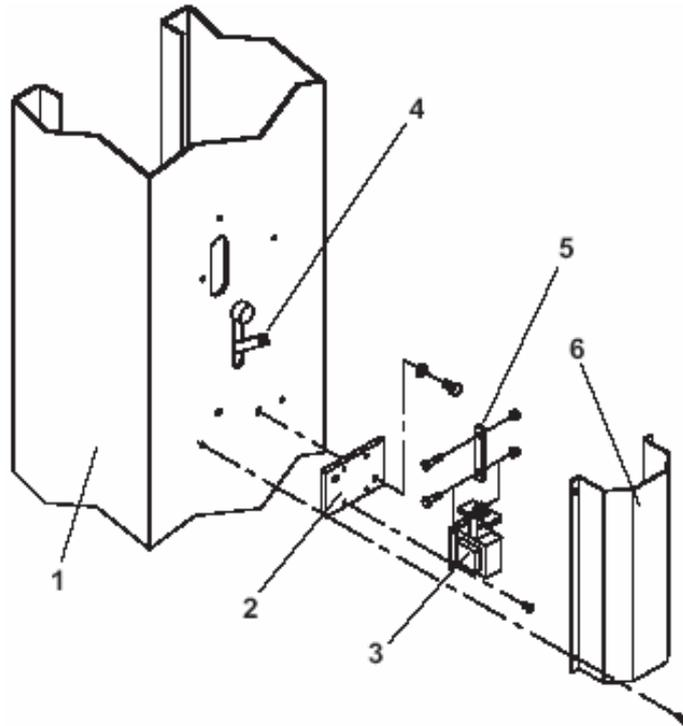

Рисунок 46. Крепление электромагнита.
3. Установите электромагниты в следующем порядке (Рисунок 46):
- 3) Прикрепите защиты магнита (6, Рисунок 46), используйте болты M6x10.